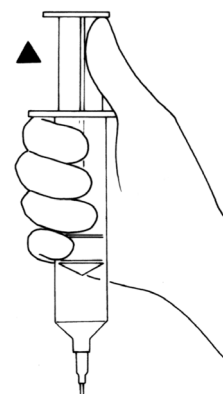

Figura 4-3a. Aspirazione dell'aria
5. Aspirare l'eventuale aria residua nel pallone, fino ad avvertire resistenza da parte dello stantuffo della siringa. (**Figura 4-3a**)